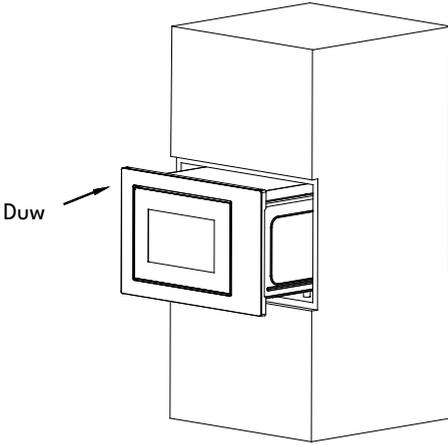

Fig.1
- a) Plaats de magnetron in de inbouwkast en duw deze naar achteren tot het einde. (Fig.1)